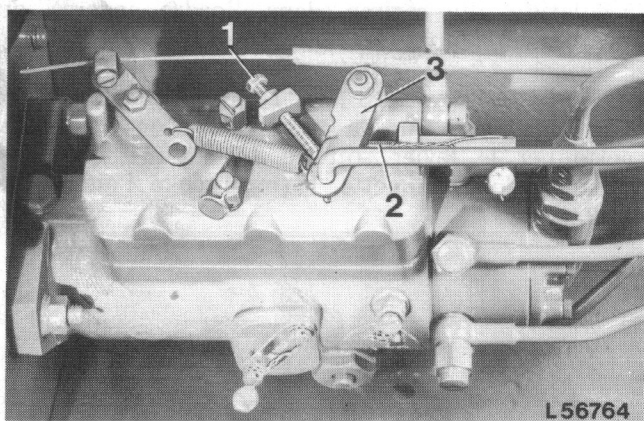

Fig. 3 — Pompe ROTO-DIESEL montée
2. Actionner le levier d'accélération 3 (fig. 3) de la pompe, à la main, jusqu'à ce qu'il vienne toucher la vis de butée du régime maximum. Le régime du moteur doit être alors de 2660 tr/mn.